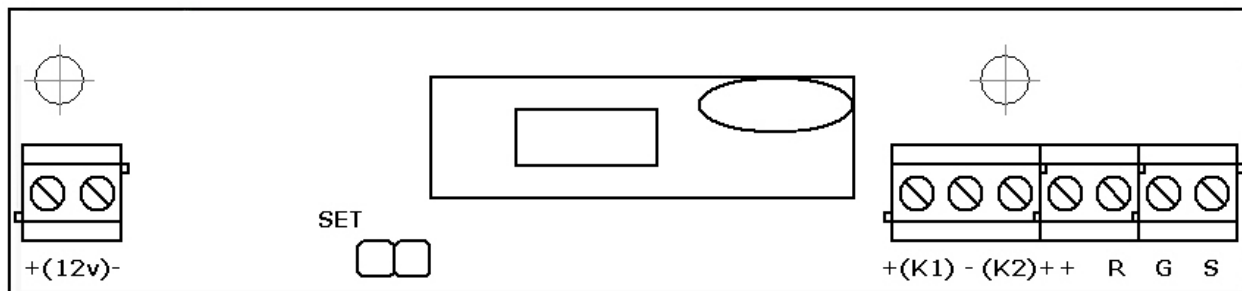

Рисунок 1. Печатная плата на задней стороне корпуса светозвукового табло
На задней стороне корпуса светозвукового табло смонтирована печатная плата (рис.1). На ней находятся радиоприемник 433 МГц, клеммы для подключения питания, проводных кнопок, пульта, сигнальных ламп, дополнительного светозвукового табло.
- замкнуть SET (см. рис.1) (**обязательно при выключенном питании**);